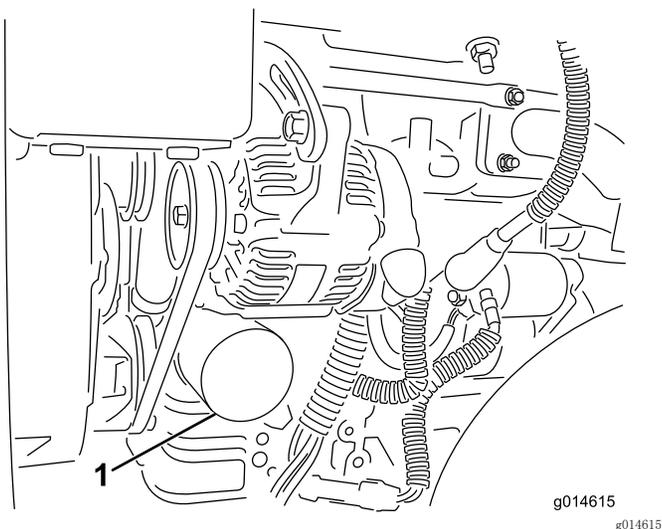

图31
2. 拆下机油滤芯（图31）。在新的滤芯垫片上涂上薄薄一层干净油。